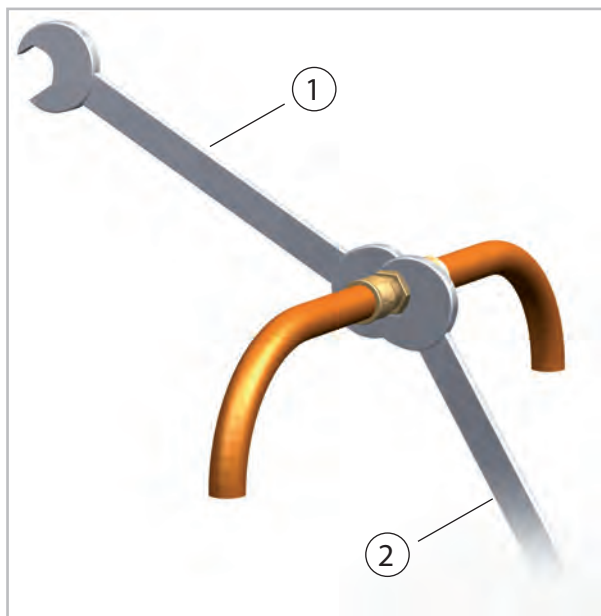

Fig. 14: Serrage des raccords vissés
13. ➤ Serrez ensuite définitivement les raccords vissés à l'aide de 2 clés plates de taille appropriée. Lors du vissage, utilisez toujours l'une des clés plates pour contre-serrer (Voir la Fig. 14).